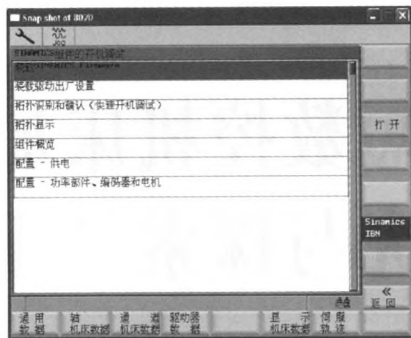

图3 驱动调试
(1) 装载 SINAMICS Firmware,确保驱动器各部件具有相同的固件版本。
(2) 装载驱动出厂设置。
(3) 拓普识别和确认(快速开机调试)。值得注意的是,在启动驱动调试向导进行驱动调试之前,必须断掉驱动器的所有使能(见图 3)。